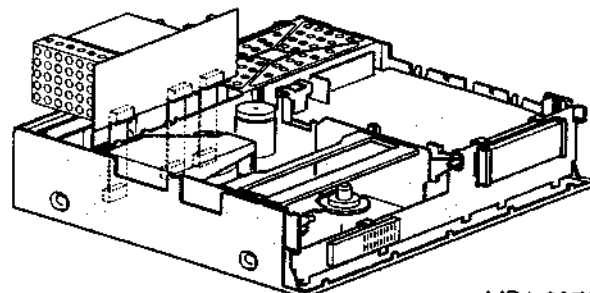

FIG. 2-4
- P114 is met behulp van drie 8-voudige verlengprinten (zie bladzijde 3-6) verhoogd te monteren (zie fig. 2-4).